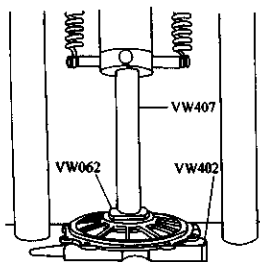

图 3-115 安装调整垫片  $s_1$
2) 装上调整垫片  $s_1$  和差速器轴承外圈，如图 3-115 所示。
见图 3-115 所示。注意：轴承的外圈应装入到挡块处。
- 13) 将与测量结果和安装压力的和 (0.90mm) 一致的调整垫片连同轴承外圈一起装在主减速器盖上, 见图 3-115 所示。